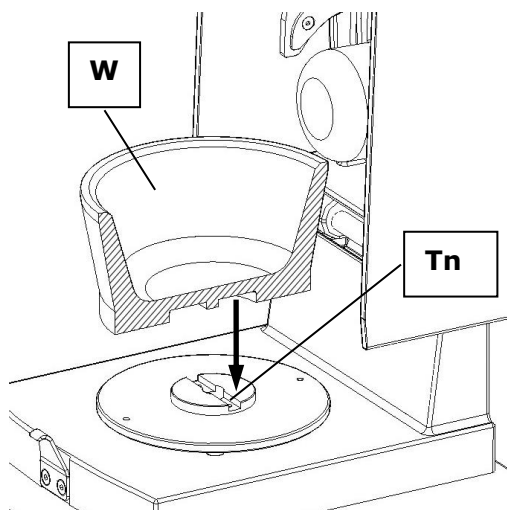

Fig. 3
- Collocare in posizione il nuovo mortaio ed inserirlo nella scanalatura del piatto **Tn**. **Fig.3**